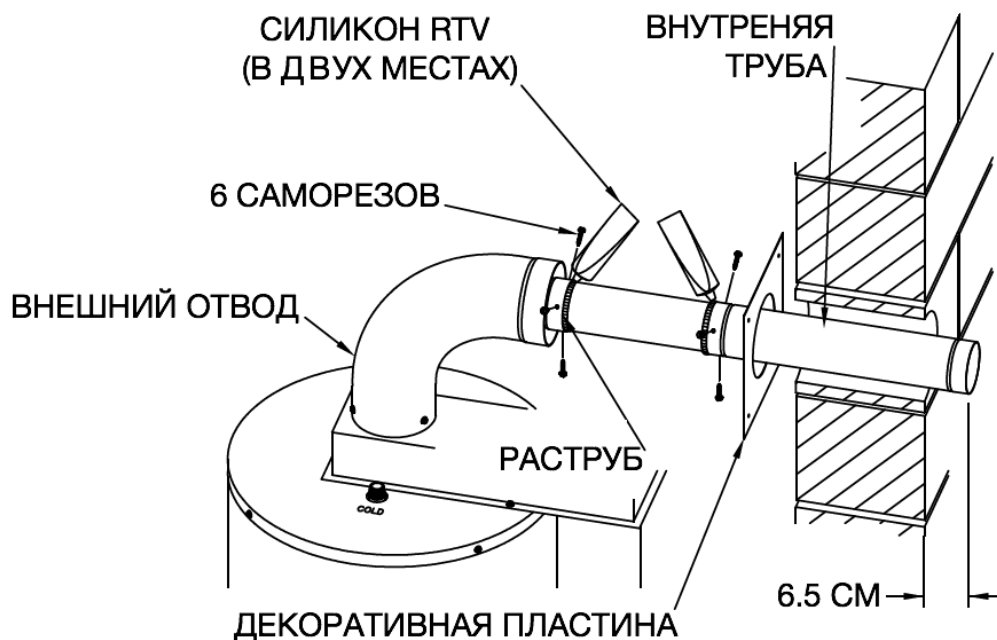

Рисунок 21
7. Раздвиньте внутреннюю (меньшего диаметра) телескопическую трубу на её полную длину и проденьте её в декоративную пластину. Вставьте трубу в отверстие в стене широким концом наружу. Узкий конец трубы вставьте в раструб внутреннего отвода, установленного на водонагреватель, до упора. Сверлом 3 мм просверлите три равноудалённых друг от друга отверстия по окружности отвода, где он пересекается с трубой. Закрепите трубу тремя саморезами. Сдвиньте телескопическую трубу до положения, когда она выступает с наружной стороны стены примерно на 6.5 см. Сверлом 3 мм просверлите три равноудалённых друг от друга отверстия по окружности трубы в том месте, где части трубы пересекаются. Закрепите трубу тремя саморезами. Прилагаемым силиконом тщательно загерметизируйте места соединения (Рисунок 21).